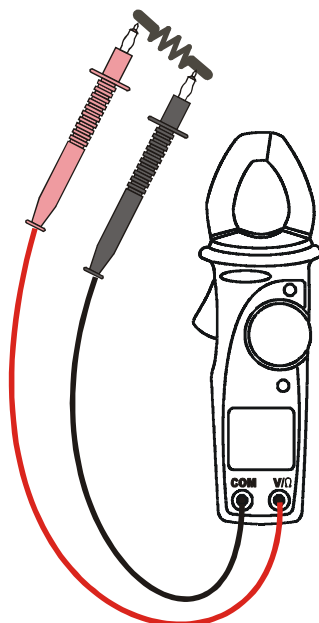

Fig. 7: Uso del instrumento ne la medida de resistencia
2. Conecte las dos puntas de prueba en los terminales de la pinza, la roja en el terminal V/ $\Omega$  y la negra en el terminal COM, como visualizado en Fig. 7.